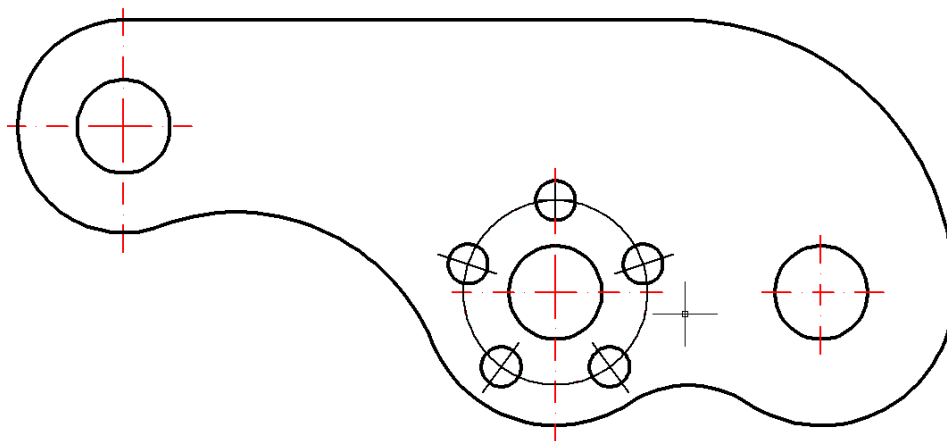
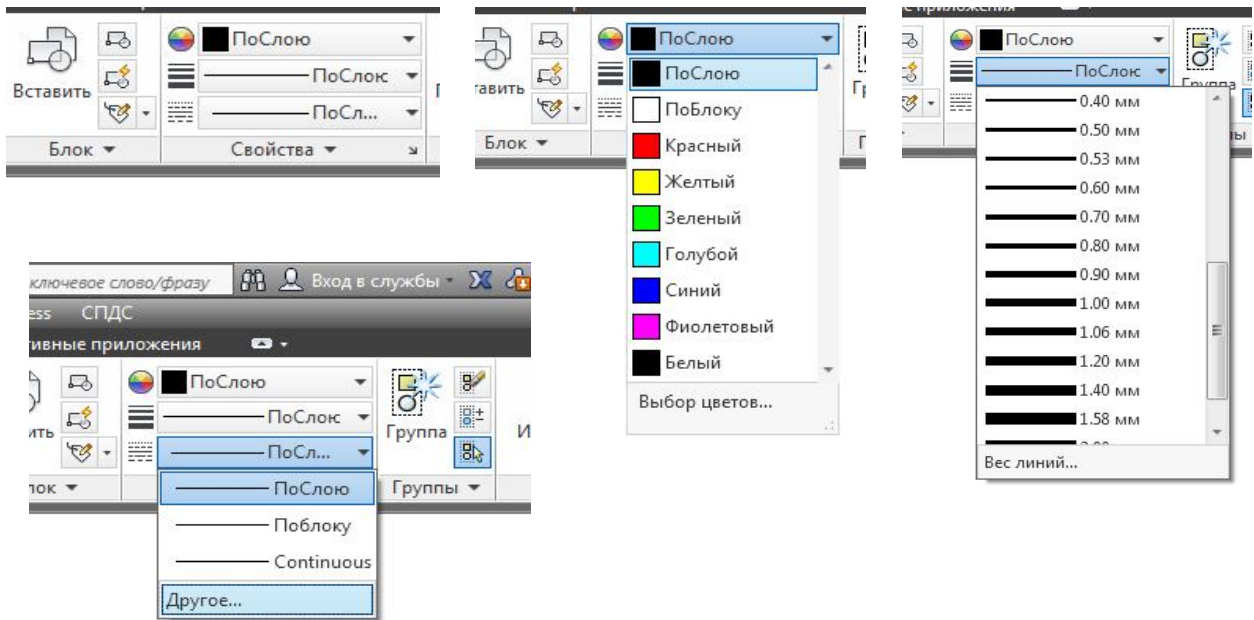

Рис. 16. Этап 6.
Рис. 17. Панель Свойства.
6.1. Изменение цвета, толщины линий и их начертания (рис. 16) выполнить с помощью панели **Свойства** (рис. 17) в соответствии с таблицей 1.